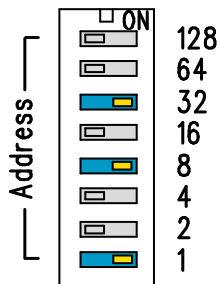

Figura 60 Exemplo de chave DIP do endereço MAC
- 4 Chaves DIP para configuração de endereço MAC do dispositivo: consulte a seção Figura 60 \(página 89\)